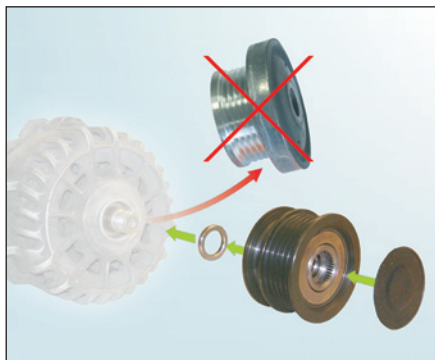

Fig. 2: Vista general del montaje
3. Desmontar la polea de transmisión del alternador (ver fig. 2).
4. Montar la arandela distanciadora en el árbol del alternador (ver fig. 2).